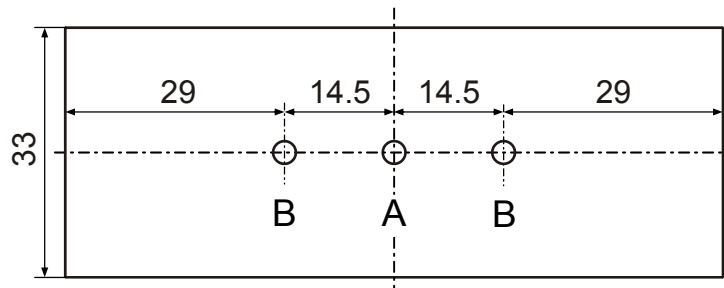
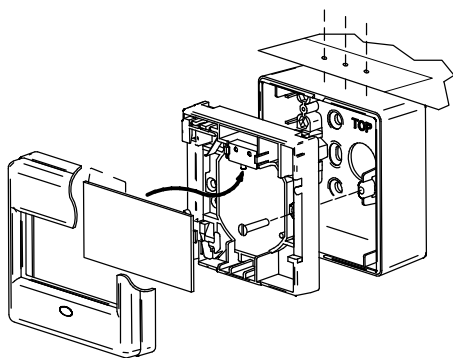

Fig. 2
Fig. 3
If using back box FDMH295-R, you have to determine the positions of the lead-in openings. If these are at the top or bottom, you have to define the holes using the drilling template (Fig. 2 and Fig. 3).
7. Secure the switching unit to the wall or back box. You will find the screws you need for the back box in the switching unit (Fig. 3).
8. Assemble the manual call point (Fig. 3). Be sure to tension the spring with the plastic insert or glass insert.
Falls Sie einen Gehäuseboden FDMH295-R verwenden, müssen Sie die Positionen der Zuleitungsöffnungen bestimmen. Falls diese oben oder unten sind, müssen Sie diese mit Hilfe der Bohrschablone festlegen (Fig. 2 und Fig. 3).
7. Befestigen Sie den Schaltungseinsatz an der Wand oder auf dem Gehäuseboden. Die erforderlichen Schrauben zum Gehäuseboden befinden sich im Schaltungseinsatz (Fig. 3).
8. Bauen Sie den Handfeuermelder zusammen (Fig. 3). Achten Sie darauf, dass Sie die Feder mit dem Kunststoffeinsatz oder dem Glaseinsatz spannen.
Si vous utilisez un boîtier arrière FDMH295-R, vous devez déterminer les positions des orifices pour les câbles d'alimentation. Si ceux-ci sont en haut ou en bas, vous devez les déterminer à l'aide du gabarit de perçage (fig. 2 et fig. 3).
7. Fixez l'unité de commutation au mur ou sur le boîtier arrière. Les vis requises pour le boîtier arrière se trouvent dans l'unité de commutation (fig. 3).
8. Remontez le déclencheur manuel (fig. 3). Veillez à tendre le ressort avec l'insert en plastique ou l'insert en verre.
Si utiliza un fondo de carcasa FDMH295-R, deberá determinar las posiciones de los orificios para las líneas de alimentación. Si éstos se encuentran en la parte superior o inferior, deberán determinarse utilizando la plantilla (Fig. 2 y Fig. 3).